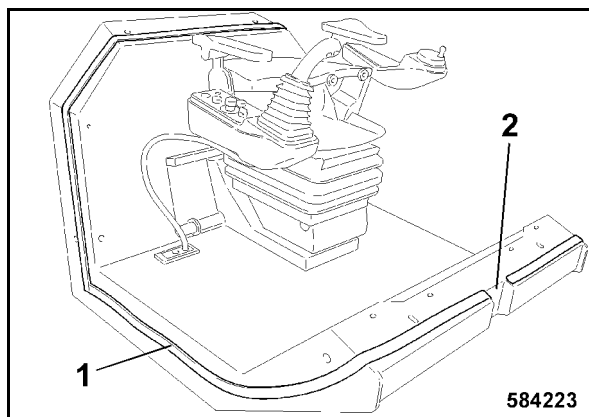

Fig. 237
- Pegar el perfil de obturación 1 (Fig. 237) alrededor del puesto de conductor.
- No pegar perfil de obturación sobre el escote delantero del puesto de conductor (2), este es la admisión de aire para la ventilación de la cabina.